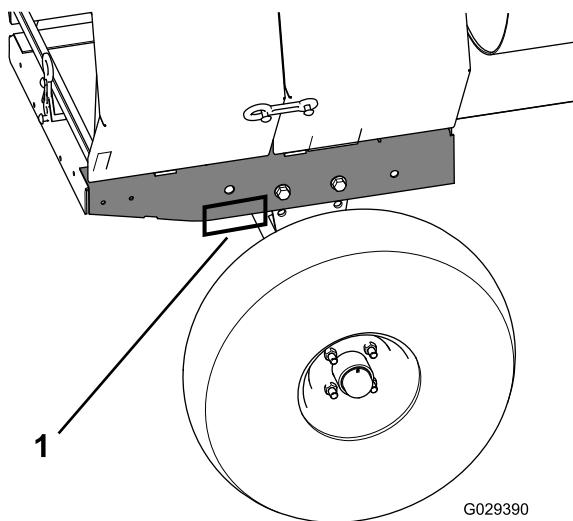

Figure 21
6. Placez une chandelle sous chaque point de soutien de l'extension du cadre arrière (Figure 21).